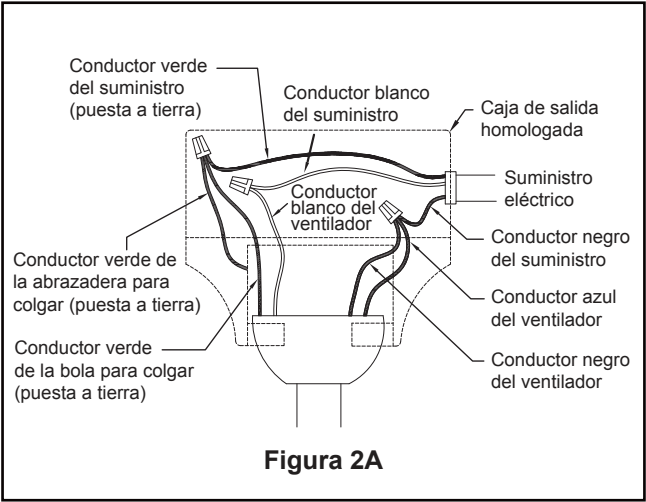

Figura 2A
1. Conecte el conductor verde del ensamble de la varilla y el conductor verde con puesta a tierra de la abrazadera para colgar al conductor de suministro con puesta a tierra (posiblemente un conductor desnudo o un cable con aislante verde). Conecte los conductores con conectores de cables de forma segura. Conecte el conductor blanco del motor del ventilador al conductor blanco (neutro) mediante el conector de forma segura. Conecte de forma segura el conductor negro del motor del ventilador y el conector azul al conductor negro mediante el conector. (Figura 2A)